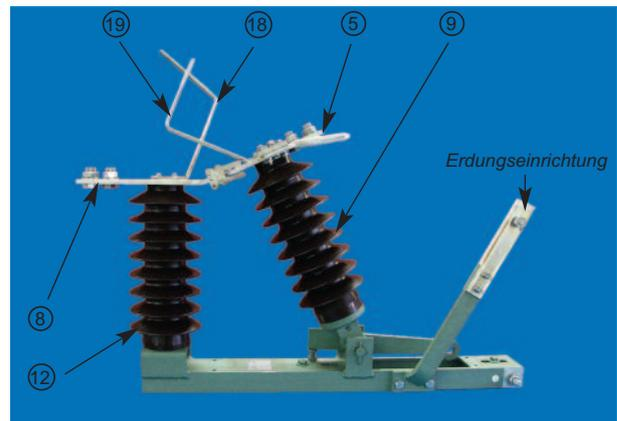

Abb. 14: (Ab)montieren des Hauptkontaktssystems
Maßnahmen zur Wartung: (Abb. 14/15)
- Anschlussplatte (5) durch Lösen der beiden Befestigungsschrauben M 10x25 (11) vom beweglichen Isolator (9) entfernen (Abb. 14 und 15)
- Neue Anschlussplatte (5) mit den beiden Befestigungsschrauben M10x25 (11) auf den beweglichen Isolator (9) montieren und geringfügig anziehen.
- Linearität der neuen Anschlussplatte (5) zur feststehenden Kontaktplatte (8) unter zu Hilfenahme eines Lineals sicherstellen
3. Arbeitsschritt: Auswechseln der Abreisshörner am feststehenden Isolator (12) (Abb. 14 und 15)
- Abreisshorn (18) durch Lösen der beiden Befestigungsschrauben M 6x25 (21) von der Kontaktplatte entfernen
- Neues Abreisshorn (18) mit Befestigungsschrauben M 6x25 (21) inklusive Scheibe, Federring und Mutter montieren (Anziehdrehmoment: 7 Nm)
- Abreisshorn (19) durch lösen der beiden Befestigungsschrauben M 6x25 (21) von der Anschlussplatte entfernen
- Neues Abreisshorn (19) mit Befestigungsschrauben M 6x25 (21) inklusive Scheibe, Federring und Mutter montieren (Anziehdrehmoment: 7 Nm)